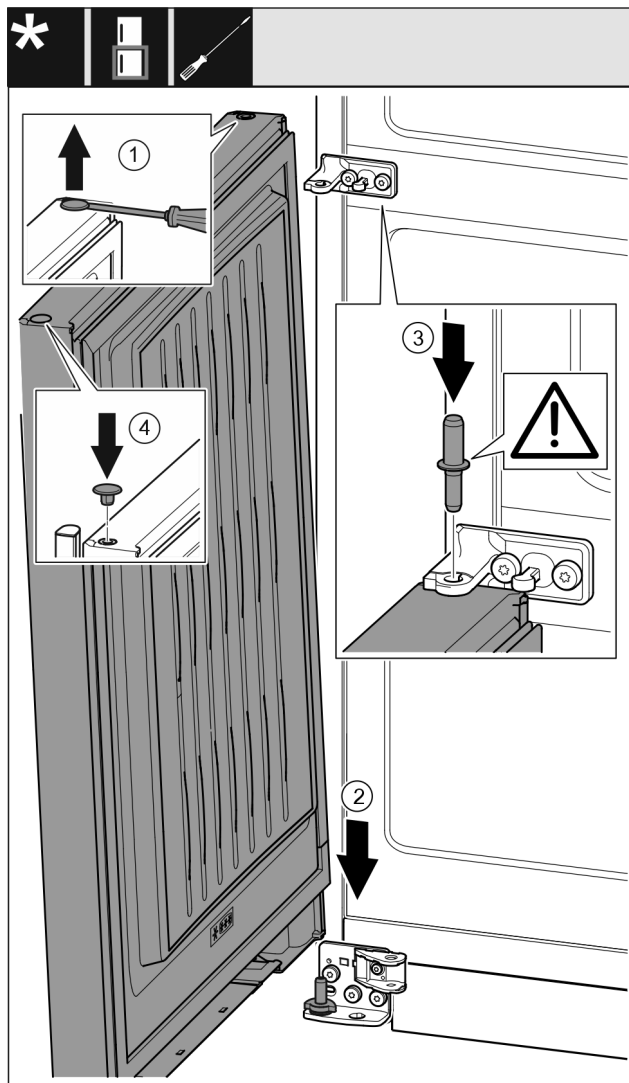

Fig. 52
- ▶ Осторожно приподнимите шлицевой отверткой заглушку Fig. 52 (1) и извлеките ее.
- ▶ Установите дверь Fig. 52 (2) сверху на нижний опорный палец.
- ▶ Вставьте средний опорный палец Fig. 52 (3) через средний опорный кронштейн в нижнюю дверь. При этом проследите за тем, чтобы выступ фиксатора был направлен назад.
- ▶ Снова установите заглушку Fig. 52 (4) с другой стороны двери.